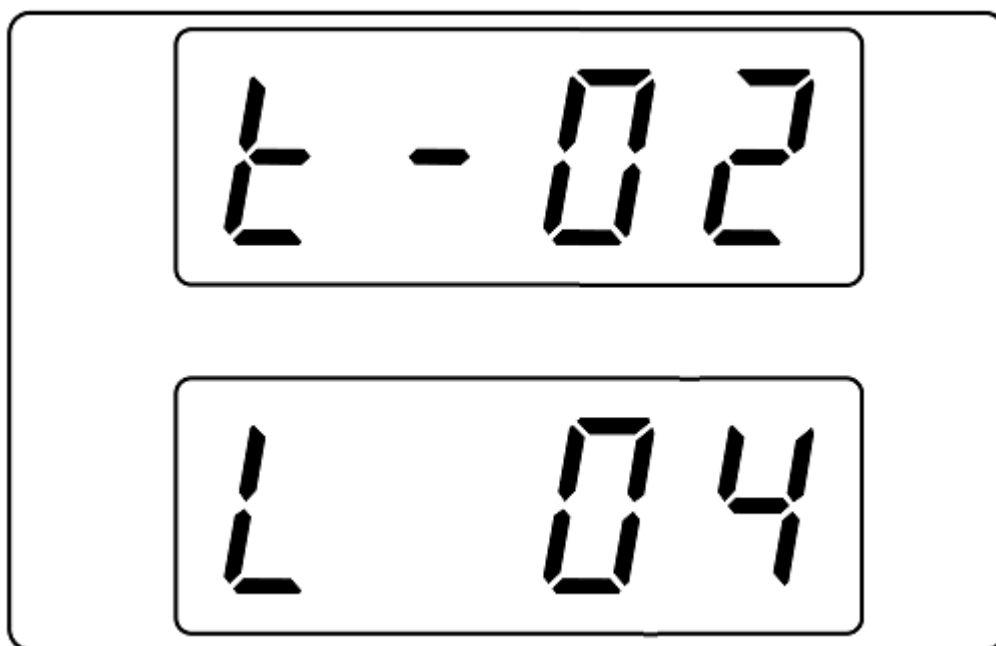

图 3-5-1
**操作步骤:** 先旋动 **Current** 旋钮选择测试文件 (1~10), 后旋动 **Voltage** 旋钮选择到 2, 最后按下 **Voltage** 旋钮确认复制。例: 复制 4 号文件成功后, 会显示 (L 04) 如图 3-5-1。